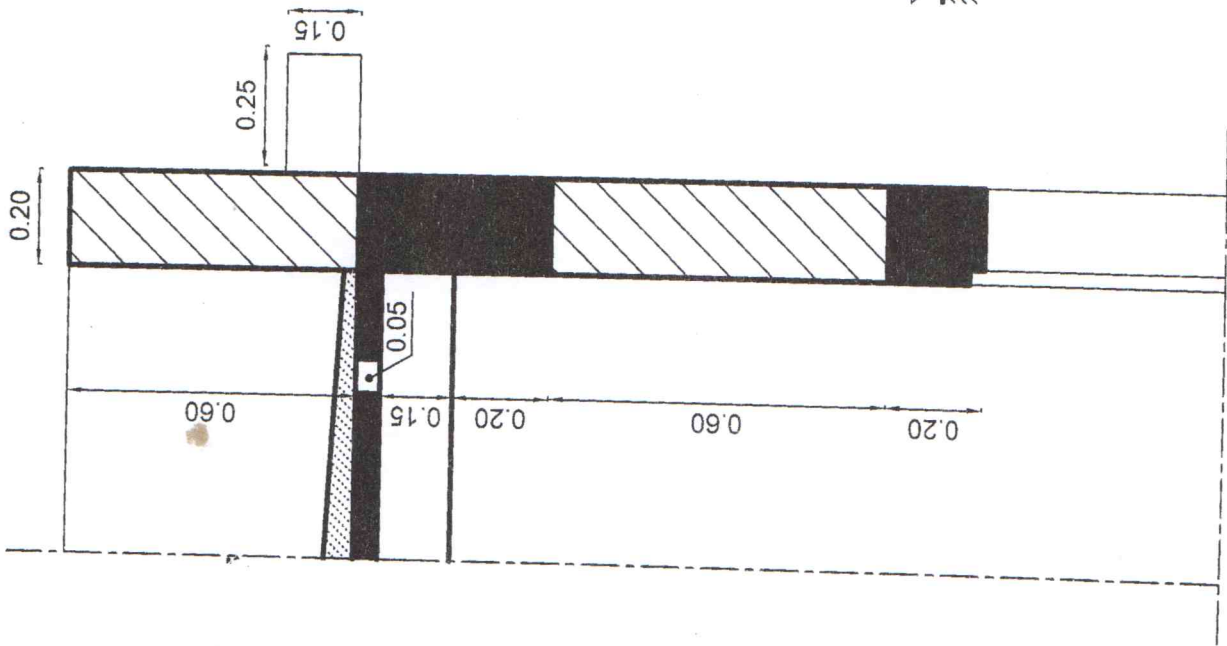

Fig.B2
c. Mise hors d'eau : (voir détail Fig. B2)